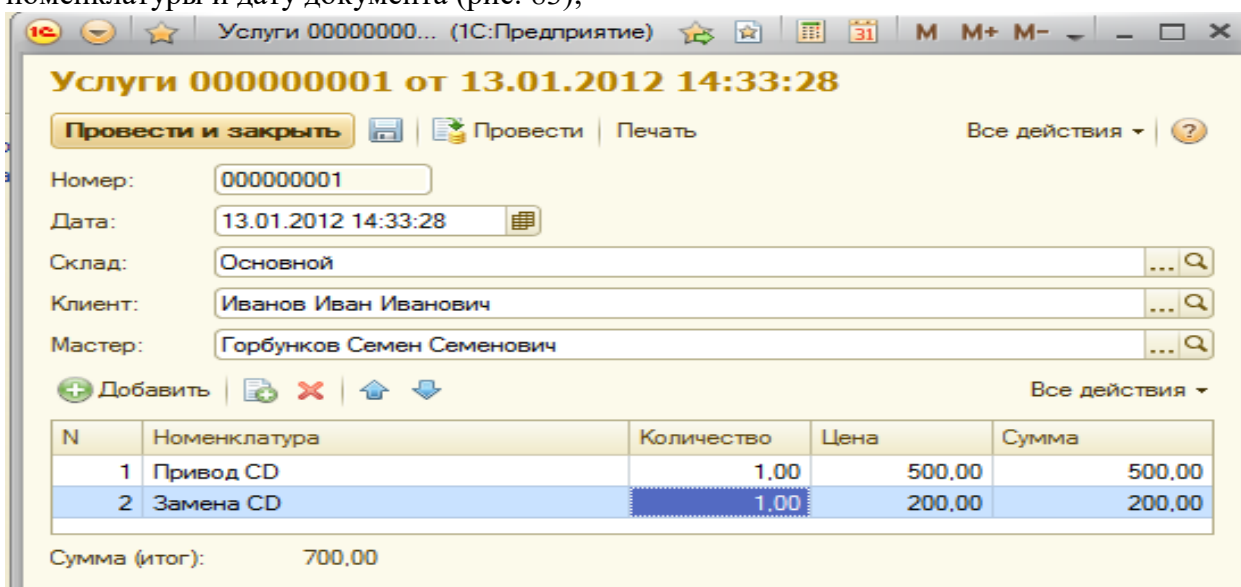

Рис. 83
- откройте документ Услуги №1 , внесите в него изменения - состав номенклатуры и дату документа (рис. 83);